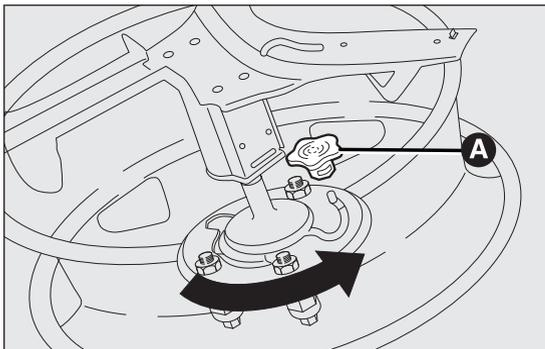

fig. 133
- fissare il supporto dentato sulla ruota forata mediante le 2 viti (inserire il supporto dall'esterno ruota). Riagganciare il cavo metallico di trattenimento nell'apposita sede e reinsertire il cappuccio di protezione A fig. 133;